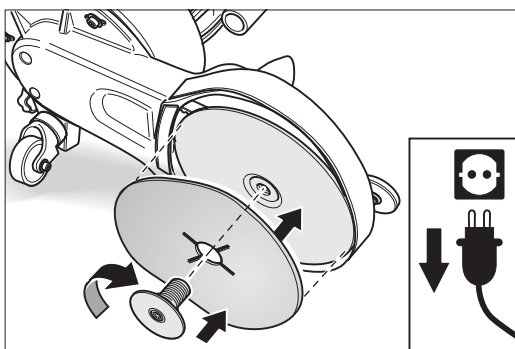

Abb. 48: Die neue Schleifscheibe auflegen und die Papierspanschraube handfest anziehen.
- 6 Legen Sie eine neue Schleifscheibe auf und stecken Sie die Papierspanschraube in den Schleifteller. Achten Sie darauf, dass die Schleifscheibe möglichst zentrisch auf dem Schleifteller befestigt wird (Abb. 48).